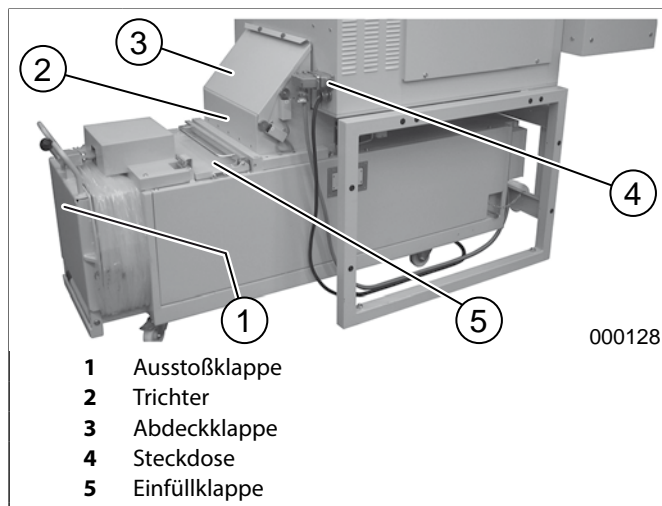
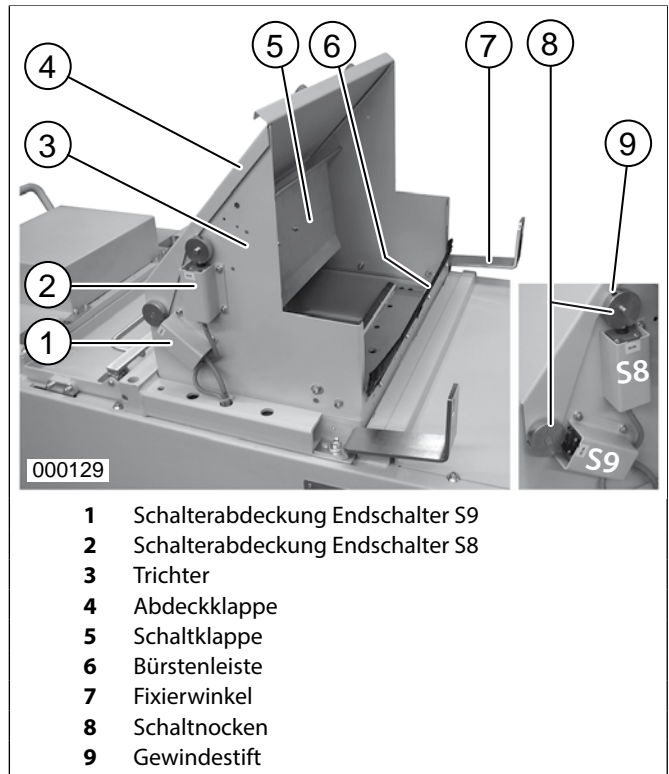

Abb. 2 Klappen und Trichter
Abb. 3 Trichter
- Die Transportsicherung (Binder) an der Ausstoßklappe (Abb. 2/1) lösen und die Klappe nach unten schwenken.
- Den Trichter (Abb. 2/2) aus dem Pressraum nehmen, wie gezeigt, über der Einfüllöffnung platzieren und mit Hilfe der 7 Innensechskantschrauben M6x12 von innen her an der Presse befestigen.
- Die Bürstenleiste (Abb. 3/6) am Trichter soweit nach oben schwenken bis die Bürste in Richtung Pressraum geneigt steht. Bürstenleiste in dieser Stellung mit den zwei mitgelieferten Innensechskantschrauben M6x16 und Unterlegscheiben am Trichter fixieren (oberes Bohrloch zur Befestigung verwenden).
- Beide Schalterabdeckungen (Abb. 3/1+2) abmontieren. Den Endschalter S8 mit 2 Schrauben M4x40 und Muttern M4 unterhalb des Schaltnockens der Schaltklappe (Abb. 3/8) befestigen. Gewindestift (Abb. 3/9) lösen (Inbusschlüssel 2,5mm), Nocken in Position drehen und Gewindestift wieder festziehen
- Den Endschalter S9 mit 2 Schrauben M4x40 und Muttern M4 unterhalb des Schaltnockens der Abdeckklappe (Abb. 3/4) befestigen. Gewindestift (Abb. 3/9) lösen (Inbusschlüssel 2,5mm), Nocken in Position drehen und Gewindestift wieder festziehen.
- Die beiden Schalterabdeckungen (Abb. 3/1+2) jeweils über den Endschaltern positionieren und mit je zwei Schrauben M5x16 und Muttern M5 am Trichter befestigen.
- Abdeckklappe (Abb. 3/4) öffnen. Position des Sicherheitswinkels Überfüllung prüfen (Abb. 4):
1. Den Verdichter unter den Shredder schieben. Shredder und Verdichter mit Hilfe der beiden dem Shredder beigelegten Fixierwinkel (Abb. 3/7) verschrauben (Abb. 2).
4. Den Anschlussstecker des Verdichters in die an der Gehäuse-Rückwand des Shredders befindlichen Steckdose (Abb. 2/4) einstecken und verriegeln.